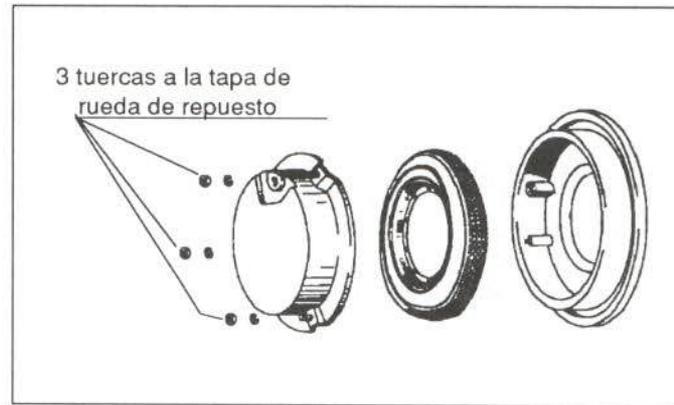

Figura 29.- Fijación de la rueda de repuesto
- Rueda de repuesto (figura 29).